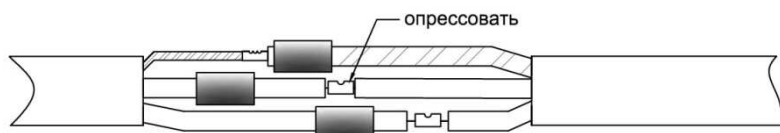

Рис. 5
2.2. Для присоединения греющих жил нагревательного кабеля к силовому кабелю используйте соединители 1,5 мм, а для соединения жил заземления, используйте соединитель 2,5 мм (рис. 5). Для опрессовки соединителей используйте обжимные клещи.